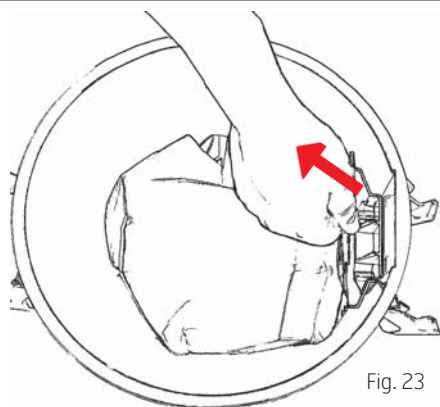

Fig. 23
6. Ta bort støvposen ved å ta tak i pappbrikke og forsiktig dra ut brikken og posen fra beholderen, Fig. 23.